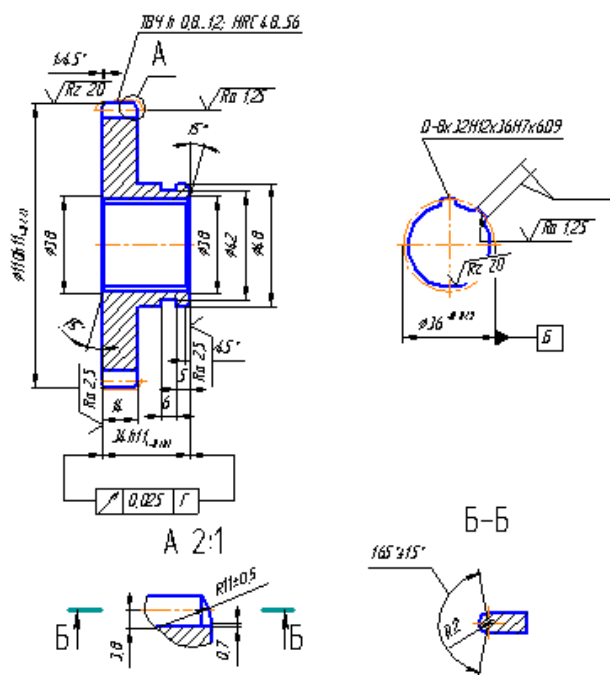

Рис.9
12. Нажмите кнопку **Редактировать** на вкладке **Эскиз**. Открылось окно программы КОМПАС-График. Удалите из эскиза ненужные элементы таким образом, чтобы ваш эскиз соответствовал рис. 9. Нажмите кнопку **Сохранить** на панели инструментов системы КОМПАС.